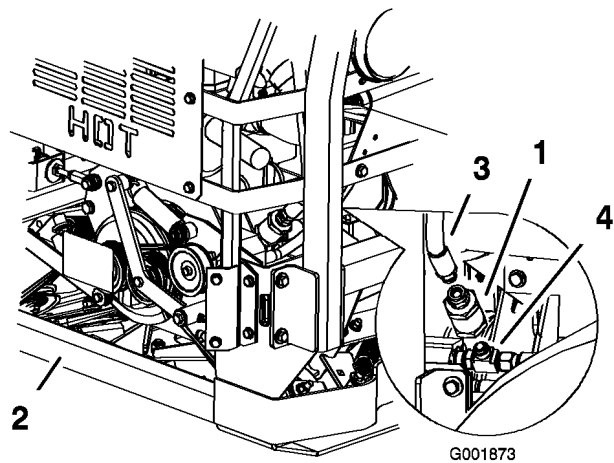

Figure 68
1. Placez un bac de vidange sous le filtre puis débranchez le flexible hydraulique du filtre (Figure 68).
2. Déposez le filtre hydraulique du ventilateur de refroidissement du raccord en T au bas du filtre (Figure 68).
3. Montez le filtre sur le raccord en T en bas et sur le flexible hydraulique en haut (Figure 68).